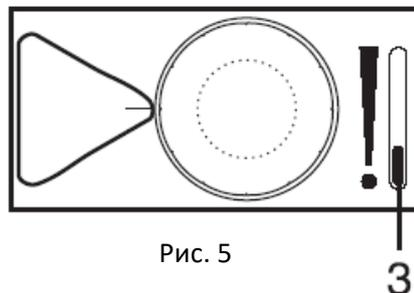

Рис. 5
- В – регулирующий кран с ползунковым регулятором BY-PASS (см. стр. 6, рис. 5)
На регулирующем клапане **В** установите ползунок **3** (рис. 5) в исходное положение, как показано на рисунке. Встроенный термостат в этом случае автоматически поддерживает в помещении температуру, заданную на регуляторе **1**. Значения на регуляторе означают диапазоны настроек регулятора. Спустя недолгое время Вы определите, какое значение соответствует желаемой температуре. Это зависит от местоположения жилья, размера комнаты, материала здания и тепловых потерь. Поэтому производитель указывает лишь ориентировочные значения для настройки регулятора. Желаемой температуре в пределах 20-22 °С примерно соответствуют значения 3-4 на регуляторе. Больше значение соответствует большей температуре, меньше – меньшей температуре.
Чтобы снова включить регулирование термостатом, необходимо ползунок **3** вернуть в исходное положение, указанное на рис. 5.